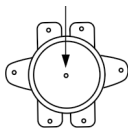

Рис. 8
- нажать до щелчка кнопку, расположенную по центру термовыключателя, который находится рядом с ТЭНом (имеет круглую форму), рис. 8;
6. Чтобы слить воду из внутреннего бака, можно воспользоваться сливным отверстием (необходимо открутить заглушку, закрывающую сливное отверстие), также воду можно слить через предохранительный клапан (открутить сливной винт предохранительного клапана и перевести ручку слива в верхнее положение, при этом кран выхода горячей воды должен быть открыт, а кран подачи холодной воды в водонагреватель должен быть перекрыт) (смотри рис. 8). Никогда не сливайте воду, если ее температура выше 50°C, т.к. это может привести к ожогам.